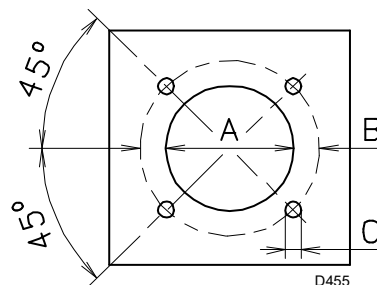

Fig. 11
Forare la piastra di chiusura della camera di combustione come in Fig. 11.
- Infilare tutto il bruciatore sul foro caldaia, precedentemente predisposto, come in Fig. 11 a pag. 16, e fissare con le viti date a corredo.